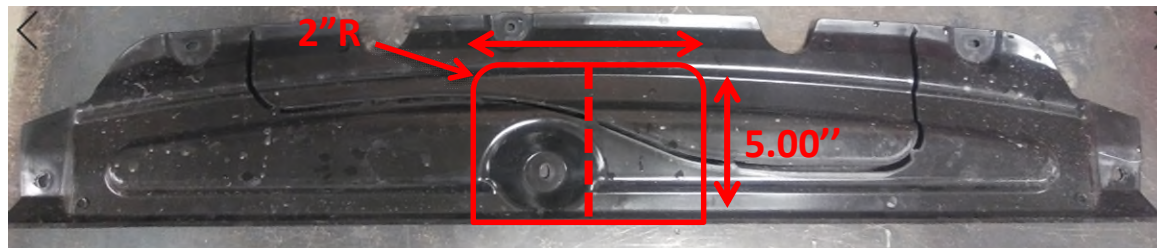

Figura 5
- 9. Obtener la aprobación del propietario del vehículo antes de cortar.** Recortar la placa protectora usando una navaja utilitaria. (Ver la Figura 5).